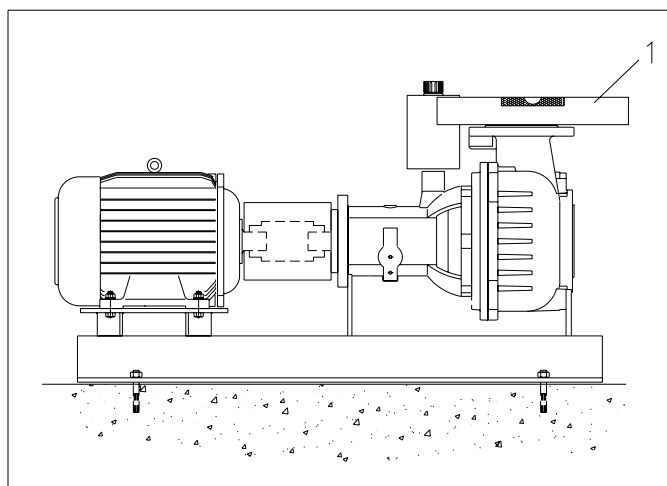

Fig. 7.2
- la cara superior de la brida de aspiración esté nivelada; véase fig. 7.2, pos. 1